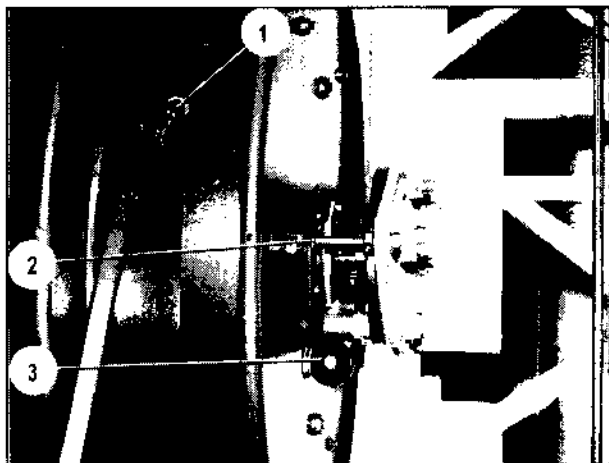

Bild 101
12. Stecker der Vielfachkabel FM 1000 und FM 15000 in die Halterung der jeweiligen Kabeltrommel am Mast einlegen (Bild 101/1).
13. Kabeltrommeln entriegeln; dazu Kabeltrommel festhalten, Hebel (Bild 101/3) in Pfeilrichtung hinter den Haltebolzen (Bild 101/2) legen und Vielfachkabel auf die Kabeltrommel auftrommeln.